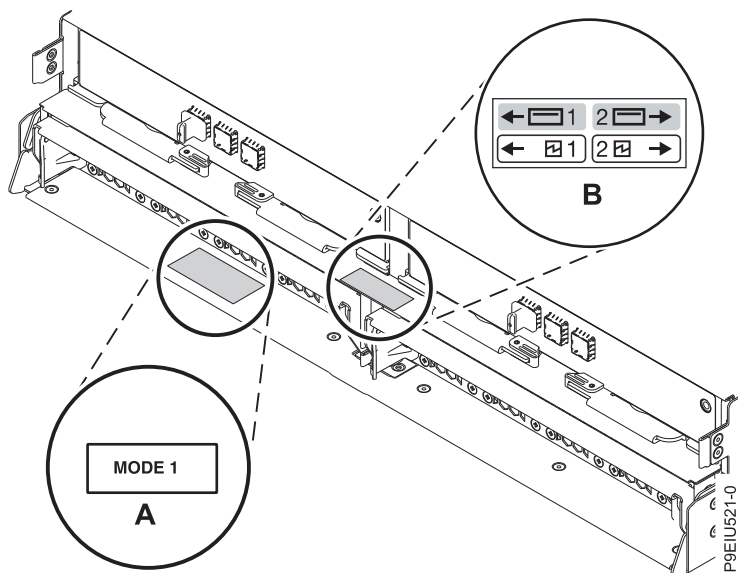

Figure 12. Emplacements des autocollants de mode à l'arrière de l'armoire de stockage ESLL ou ESLS
2. Confirmez le mode de configuration usine du boîtier à l'aide des informations imprimées sur les autocollants apposés à l'arrière du boîtier. Les autocollants sont apposés sur le panier inférieur gauche du châssis **(A)** et sur le support central situé entre les modules ESM **(B)**. Ils indiquent si le boîtier est défini sur le mode 1, le mode 2 ou le mode 4. Pour plus de détails, voir figure 12, à la page 12.